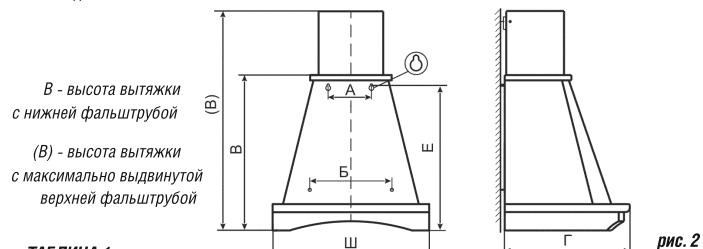

рис. 2
6.1 Установка кухонной вытяжки (рис.2).
- вверните два самонарезающих винта Ø4,2x41мм (рис. 2, размер А);